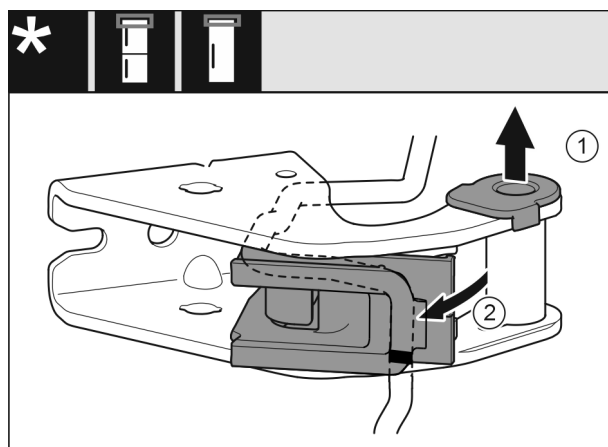

Fig. 14
- ▶ Vytáhněte ložiskové pouzdro z vedení. Fig. 14 (1)
- ▶ Otočte držák kabelu ven. Fig. 14 (2)